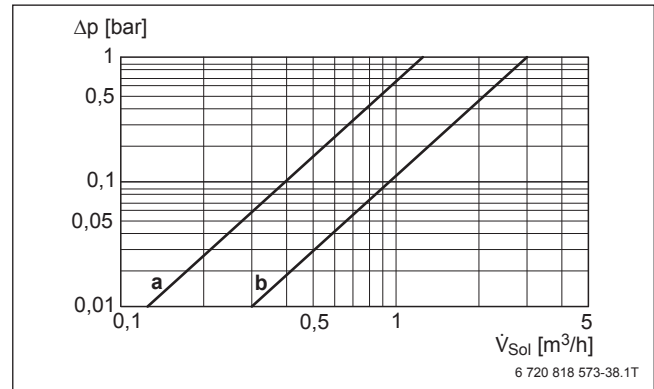

Bild 113 Druckverlust Volumenstromzähler WMZ 1.2
- ▶ Druckverluste des Volumenstromzählers bei der Auswahl der Solarstationen berücksichtigen (→ Bild 113).